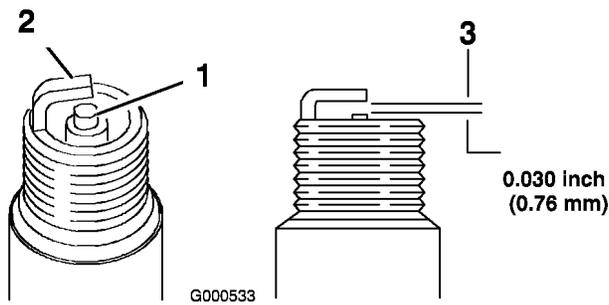

Figura 52
1. Mire la parte central de las bujías (Figura 52). Si se observa un revestimiento de color gris o marrón claro en el aislante, el motor está funcionando correctamente. Si el aislante aparece de color negro, significa que el limpiador de aire está sucio.
2. Compruebe la separación entre los electrodos central y lateral (Figura 52) y doble el electrodo lateral si la separación no es correcta.